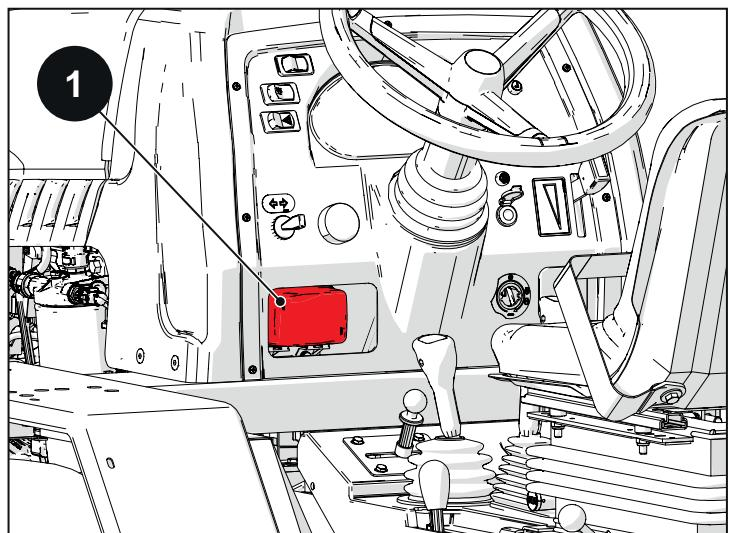

Fig. 6.53
Fonctions de la boîte à fusibles (1), figure 6.53 :